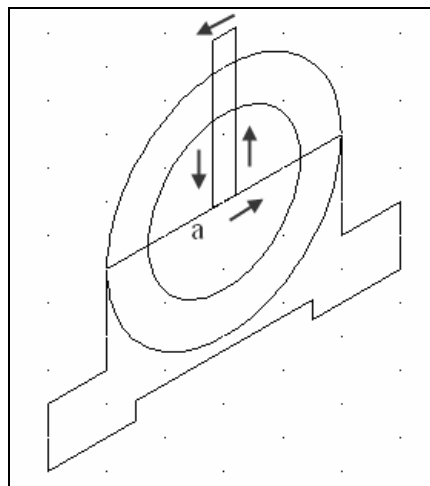

图 7-31 绘制闭合多段线
(4) 绘制一条闭合多段线作为辅助切割线, 如图 7-31 所示, 相关命令提示如下: